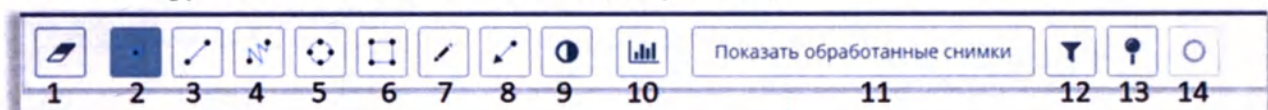

Рисунок 38 Панель инструментов экранной формы «Анализ»
- Панель инструментов включает 15 кнопок. (Рисунок 38).